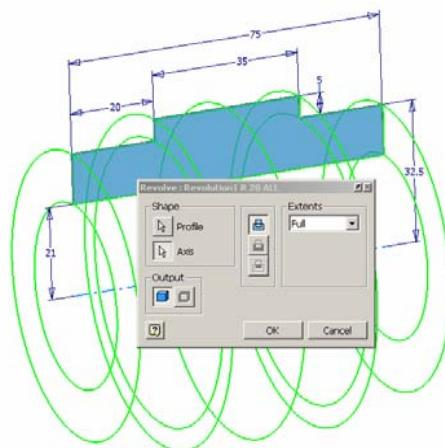

Figura 3.3.2.
- a.1.) 2D – Schițare contur de bază, figura 3.3.2
a.2.) 3D – Revoluție „Full” - contur de bază, figura 3.3.2